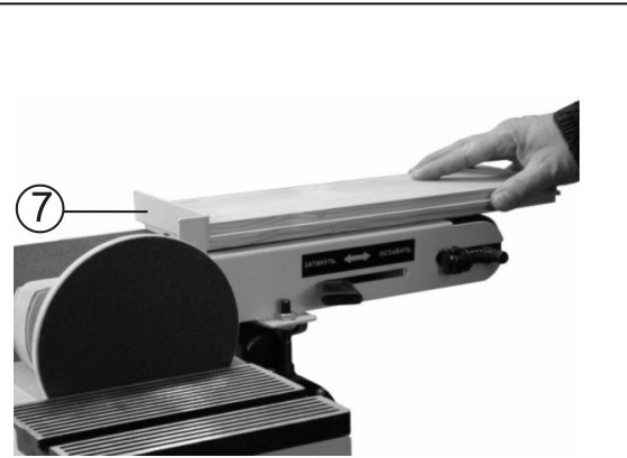

Рис.9
Не нажимайте слишком сильно на заготовку. Машина работает лучше без приложения больших усилий нажатия на заготовку, Рис.9. Задний упор (7), Рис.9, фиксирует деревянную заготовку во время работы. Во время работы берегите руки.